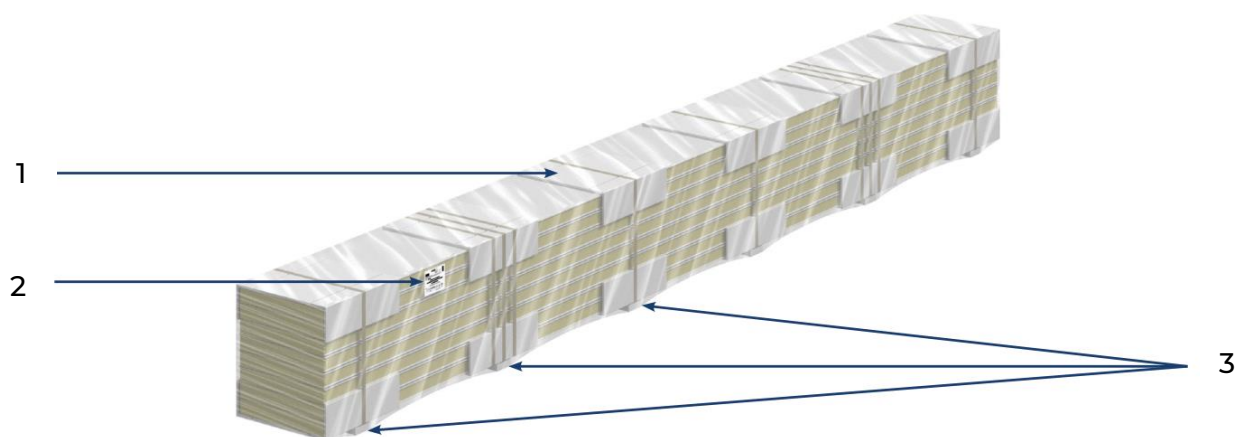

Рис. 3. Упаковка ПЭ пленкой торцов транспортного пакета и оборачивание стретч-пленкой
4. Затем пакет обматывают стретч-пленкой, оставляя свободными участки длиной 400–500 мм с обоих торцов пакета. Торцы обматываются вручную ПЭ пленкой с нахлестом 400–500 мм на стороны (см. рис. 3). Наносят маркировку и отправляют транспортный пакет на участок складирования.